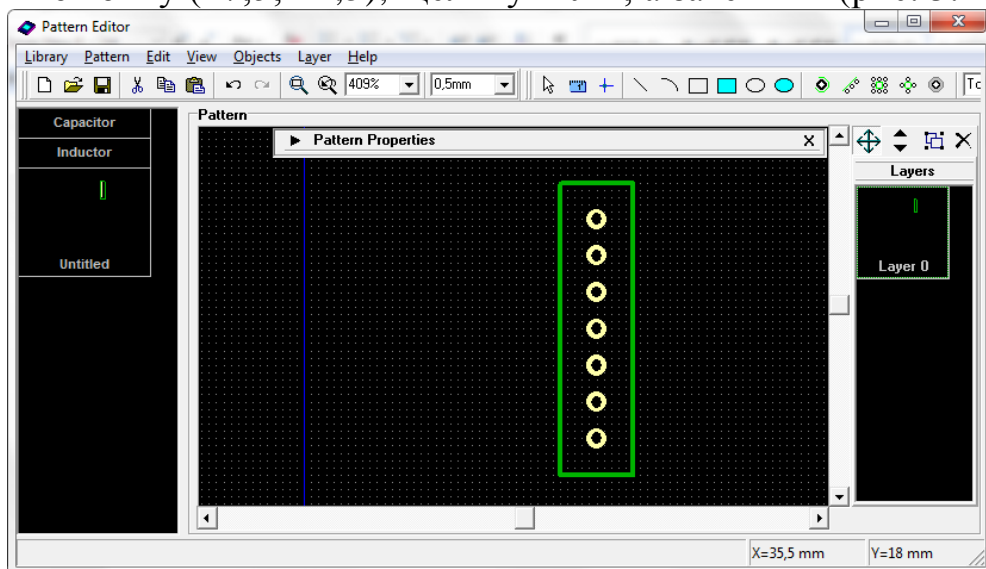

Рис. 3.10.3
5) Начертить прямоугольный контур микросхемы. Для этого выполнить команду **Line**. Установить курсор в 1-ю точку (17,5; 12,5) и щелкнуть ЛК. Перевести курсор во 2-ю точку (22,5; 12,5) и щелкнуть ЛК. Переместить курсор в 3-ю точку (22,5; 32,5) и щелкнуть ЛК. Установить курсор в 4-ю точку (17,5; 32,5), щелкнуть ЛК. И, наконец, переместить курсор снова в 1-ю точку (17,5; 12,5), щелкнуть ЛК, а затем ПК (рис. 3.10.3).